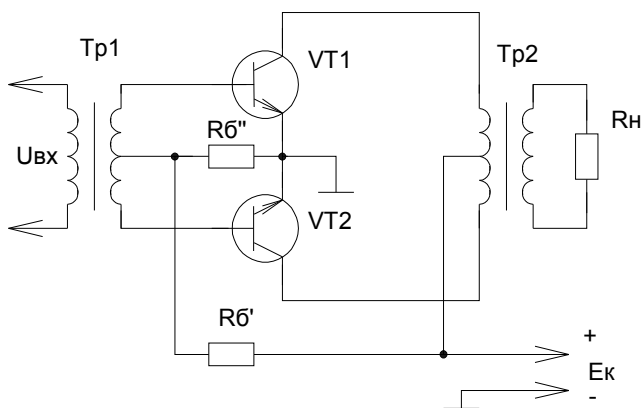

Рис. 251
**2) Двухтактный выходной трансформаторный каскад.** Во входной цепи включён трансформатор  $Tr1$  со средней точкой во вторичной обмотке. Это позволяет получить на базах транзисторов  $VT1$  и  $VT2$  два одинаковых по амплитуде и противоположных по фазе напряжения (смотрите рисунок 251).